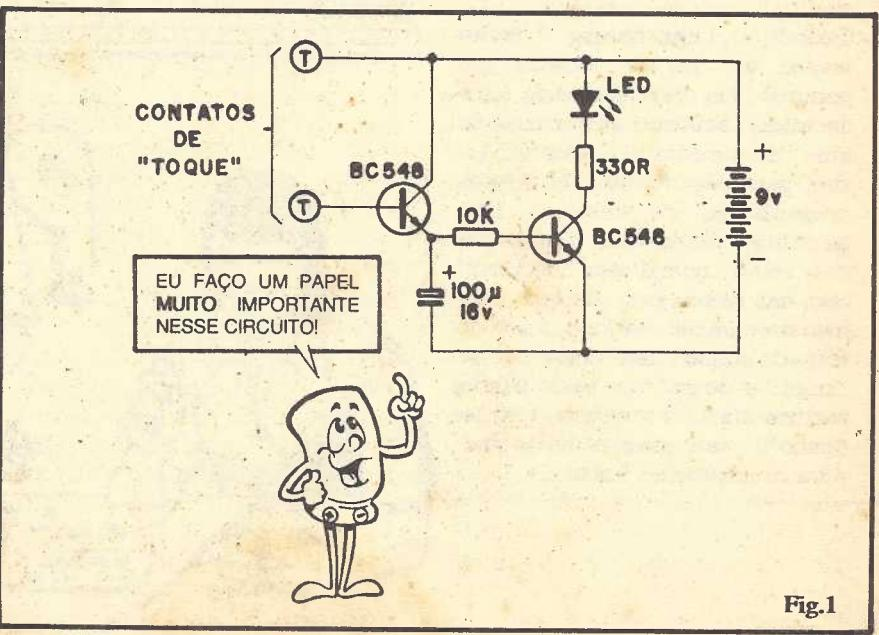
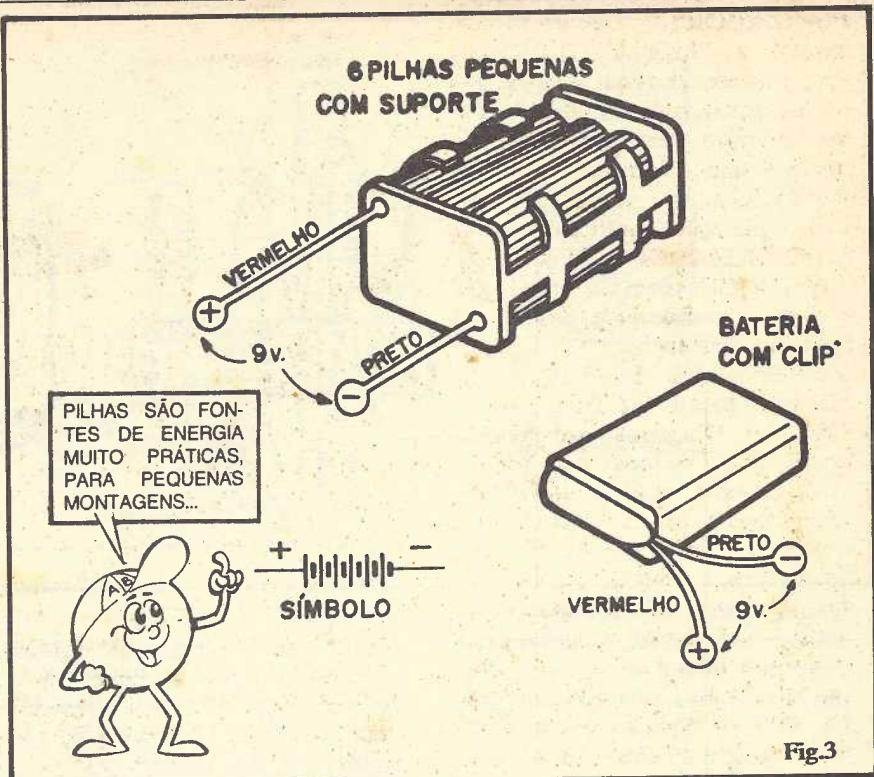

Fig.1
Fig.3
- FIG. 1 - Diagrama esquemático do circuito. Conforme o Leitor/Aluno já sabe, um “esquema” é uma espécie de “representação” dos componentes reais e suas interligações... Aqui em ABC, nessas primeiras Aulas, **sempre** mostramos (até repetitivamente, para que fique **bem** fixado nas “cabeças” da turma...) os componentes em suas APARÊNCIAS e SÍMBOLOS, junto a todas as montagens, sejam experimentais, práticas ou definitivas, de modos que Vocês possam, desde já, ir “decorando” bem a simbologia usada. Comparar e relacionar visualmente o esquema (fig. 1) com as demais ilustrações de cada projeto ou montagem, é a melhor forma de familiarizar-se a aprender a “conviver” com os diagramas, que frequentarão mais e mais a “vida Eletrônica” do Leitor/Aluno, daqui pra frente...
- FIG. 3 No esquema (fig. 1) o Leitor/Aluno viu a indicação do gerador de energia necessário à alimentação do circuito, com o aviso de que a TENSÃO necessária é de 9 volts. Como os requisitos de corrente são baixos, o circuitinho pode ser energizado a partir de pilhas (6 pequenas, de 1,5 volts cada, num suporte, perfazendo os 9 volts) ou bateria (aquele "quadradinha", ligada via "clip" connector...). Ambas as possibilidades são mostradas na figura, junto ao símbolo universalmente adotado para o gerador de Corrente Contínua. PILHAS, BATERIAS RECARGÁVEIS, etc., são sempre representadas pelo símbolo mostrado. Notar que cada célula ("elemento" da pilha) é represen-